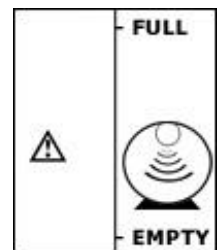

Fig. 7
- a) Le signal radio est absent après 2 heures d'attente (fig 7).